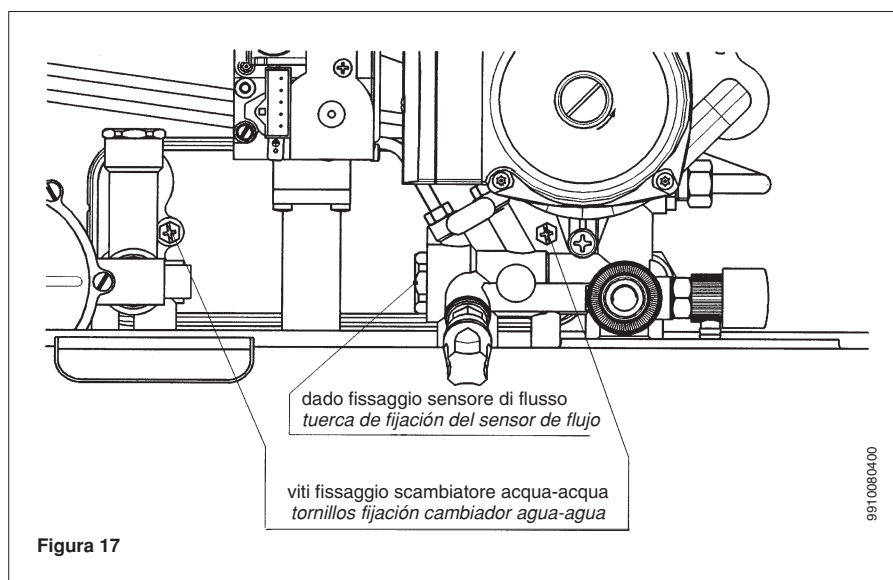

Figura 17
- togliere le due viti, visibili frontalmente, di fissaggio dello scambiatore acqua-acqua e sfilarlo dalla sua sede (figura 17).
- remover los dos tornillos, visibles frontalmente, de fijación del cambiador agua-agua y extraerlo de su asiento (figura 17).
- Svitare il dado presente sul gruppo sensore di flusso (figura 17).
- Desenroscar la tuerca del grupo sensor de flujo (figura 17).